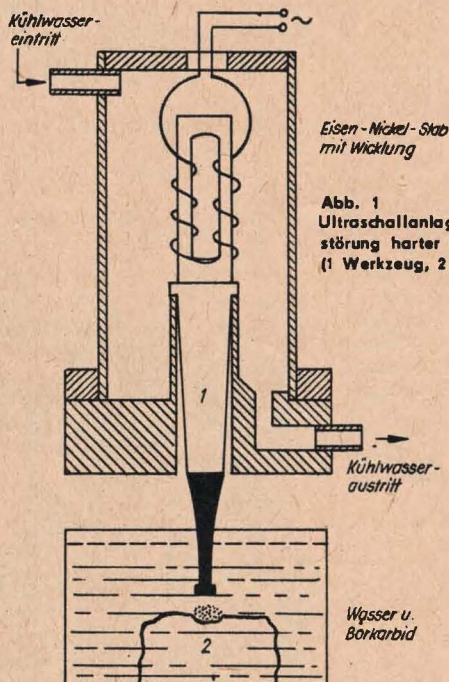

Abb. 1
steinszerstörung durch Ultraschall.¹⁾ Die Anwendung des Ultraschalls für industrielle Zwecke und in der Medizin ist seit langem bekannt. Im Jahre 1955 unternahmen sowjetische Wissenschaftler Versuche, um den Ultraschall zur Zerstörung sehr harter Gesteine im Bergbau auszunutzen (Abb. 1).
Die von den Wissenschaftlern verwendete Versuchsanordnung geht aus Abb. 1 hervor. Das eigentliche Werkzeug, der Schlagbolzen (1), befindet sich ebenso wie das zu zer-